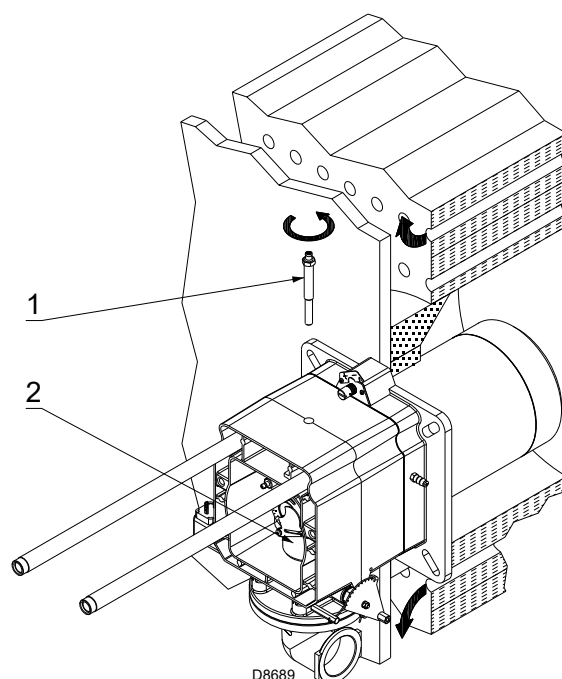

Fig. 13
- d'enlever la vis 1)(Fig. 13);
- d'extraire la partie interne 2)(Fig. 13) de la tête et de procéder à leur réglage.
À ce point de l'installation, la tête de combustion est fixée à la chaudière comme illustré dans la Fig. 13.